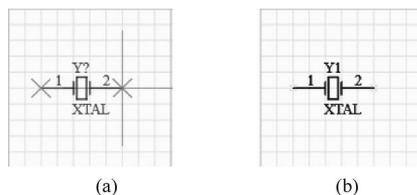

图 3.7 放置电路原理图元件 XTAL
(3) 双击 XTAL,光标变成十字形,并黏着一个 XTAL,如图 3.7(a)所示。
(4) 把光标移到图纸上,在适当的位置单击,就在这个位置放置了一个 XTAL,如图 3.7(b)所示。